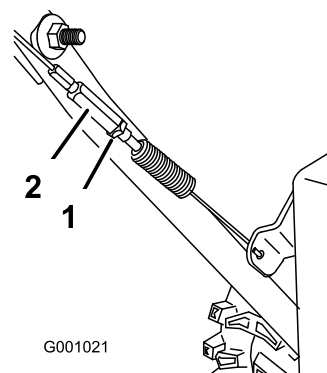

Figura 24
3. Serrate il controdamo (Figura 24).